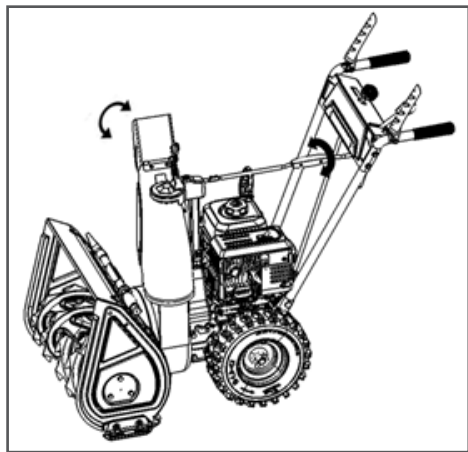

Рис. 17 Поворот желоба
- Установите направление выброса снега через желоб, повернув желоб на требуемый угол (Рис. 17).